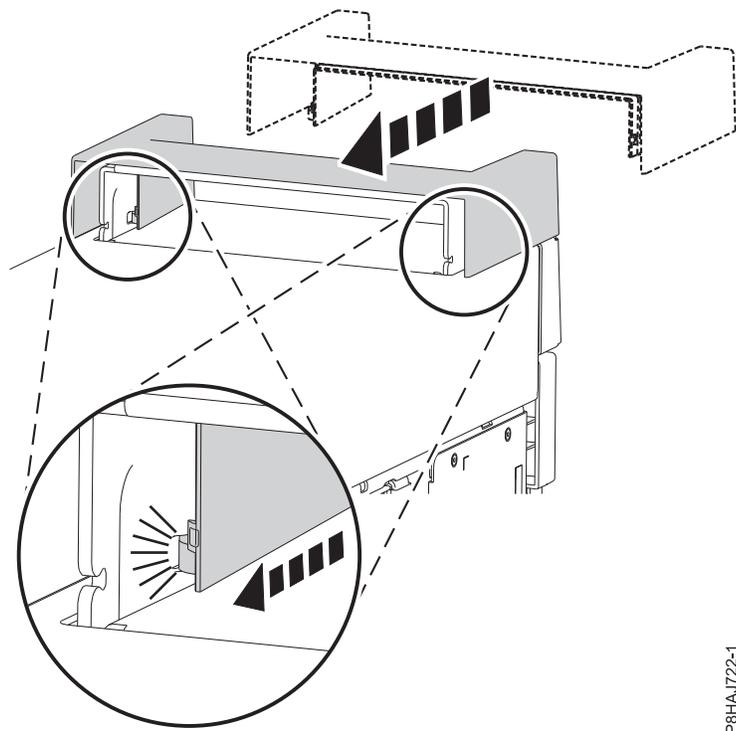

Figura 23. Protegendo a tampa da alça em um sistema 8286-41A independente
1. Proteja a tampa da alça da estação de acoplamento RDX interna (FC EUA3) arrastando-a para a parte traseira do sistema. Consulte o Figura 23.